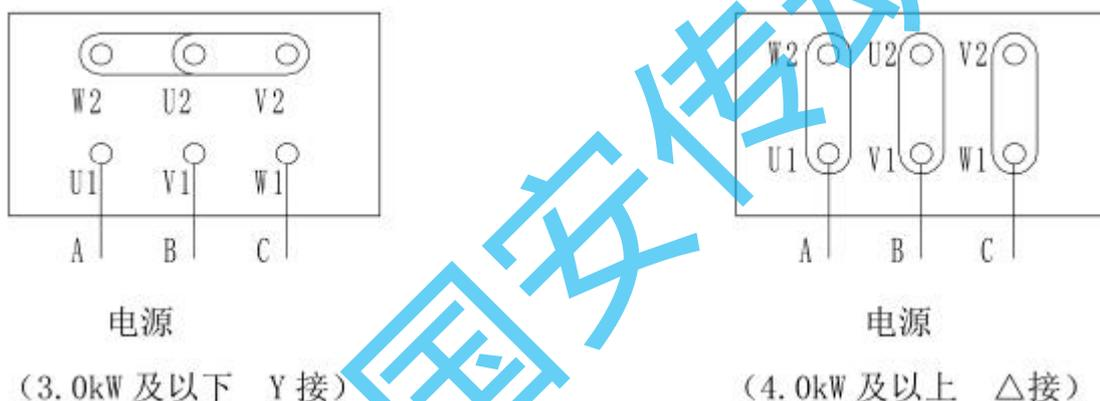

图 1
- A. 功率 3.0kW 及以下的电动机为 Y 接，4.0kW 及以上为 Δ 接（见图 1），但具体接法应参看电动机铭牌。